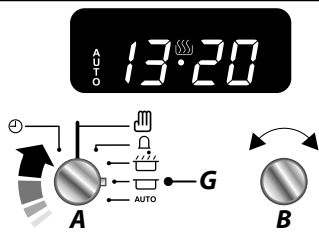

Fig. 3.3
2. Tournez le bouton de Réglage (B) pour définir la durée de cuisson souhaitée. L'écran affiche l'heure en cours, plus la durée de cuisson supplémentaire que vous avez définie (Fig. 3.3).